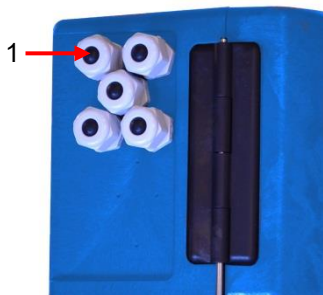

Abbildung 14
1. Entnehmen Sie die Blindstopfen aus den entsprechenden Kabeldurchführungen (siehe Abbildung 14).